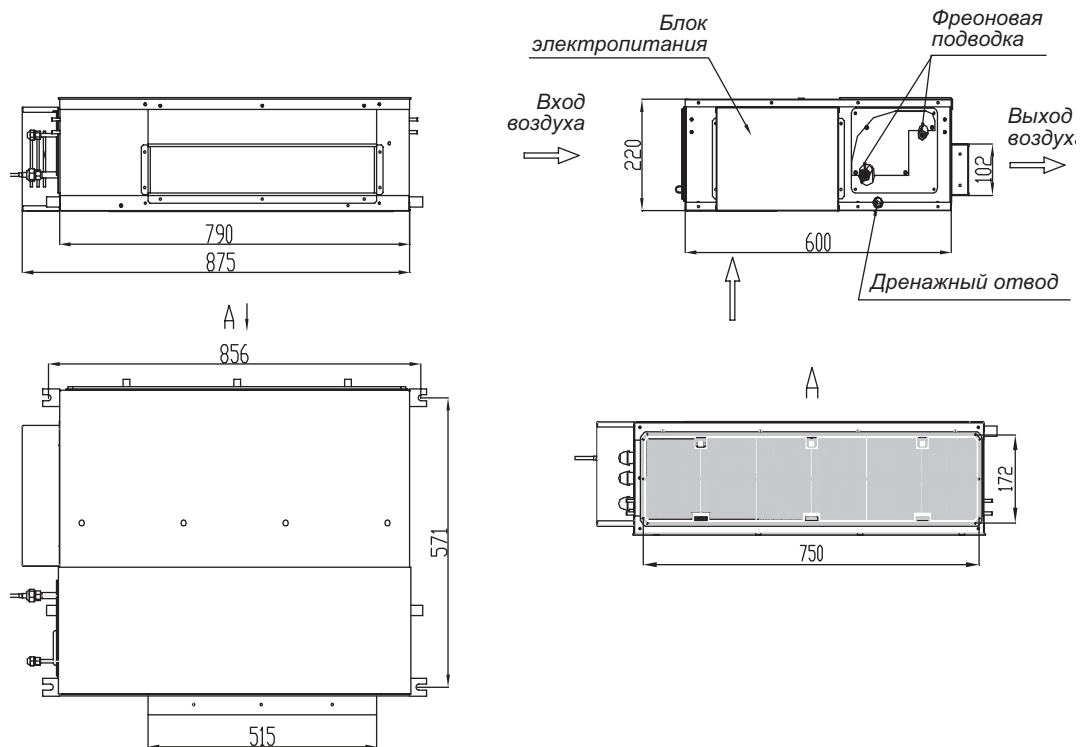

Рис. 9.6
9.2.4.1 Габаритные и установочные размеры внутренних блоков канального типа (рис. 9.6) моделей TMV-R22P/Na-K, TMV-R25P/Na-K, TMV-R28P/Na-K, TMV-R32P/Na-K, TMV-R36P/Na-K